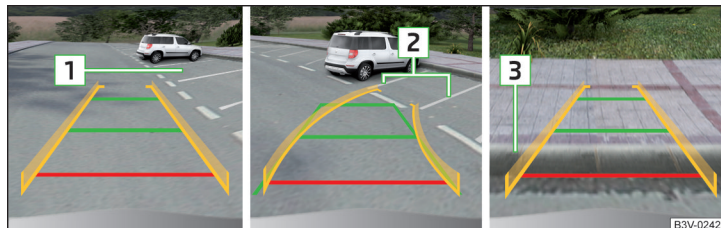

Fig. 283 Afișarea pe ecran
- Treceți încet pe lângă spațiul de parcare ales **1** » fig. 283 și opriți autovehiculul.